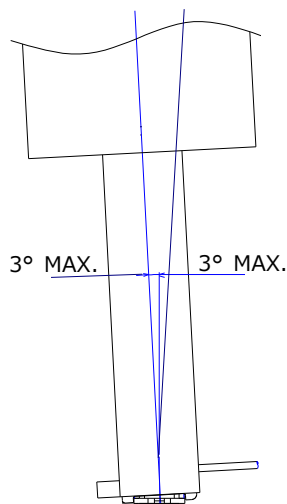

Fig.17 嵌合状態でのこじり許容角度
- ・コネクタ嵌合状態でのこじり許容角度（ケーブル引き出し方向の傾き）は図 17 の通りです。治具を引き上げる 許容角度は挿入許容角度と同等です。
- ・Allowable mating angle is shown in Fig.17. When the jig is lifted up to un-mate the cable connector, The unmating angle must be within this tolerance.
- ・连接器嵌合状态下的最大倾斜允许角度如图 17 所示。提起治具与插入允许角度同等大小。